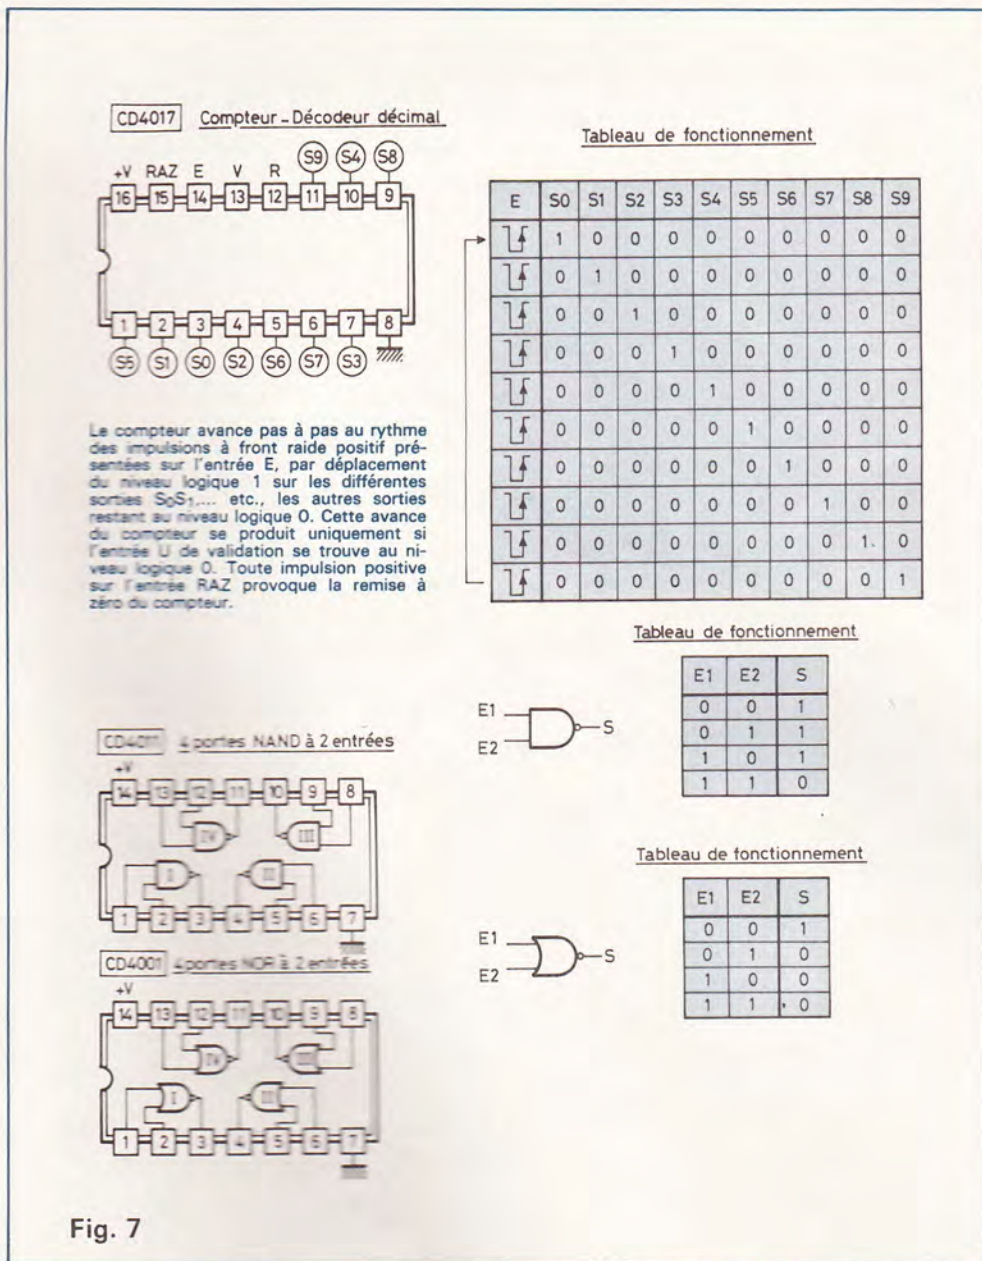

Fig. 7
Pour parfaire ces créneaux, les portes NOR I et II de IC_1 montées en bascule monostable fournissent à leur sortie des signaux à front raide et de durée constante. Ce type de bascule étant utilisé également dans la suite du montage, nous allons brièvement décrire son fonctionnement. On se reportera avec intérêt à la **figure 7** qui représente le tableau de fonctionnement d'une porte NOR.
4° L'entrée 5 de la porte NOR II de IC₂ étant sur 1, sa sortie 4 est au niveau logique 0 quel que soit d'ailleurs le niveau de l'entrée 6 (voir tableau de fonctionnement fig. 7), lors de la fermeture de I₃ le niveau logique 1 apparaît aux entrées 1 et 2 de la porte NAND de IC₃ avec un léger retard, il est vrai, occasionné par la charge de C₉ (quelques dixièmes de secondes). Cette disposition constitue en réalité un système anti-rebonds, éliminant les parasites au moment de la manœuvre de l'interrupteur I₃.
tion le séquenceur reste bloqué sur 0 (niveau logique 1, sur S_0). Le niveau logique de (C) étant égal à zéro, la sortie 4 de la porte NAND II de IC_3 est au niveau 1. Le tableau de la figure 7 représente le fonctionnement d'une porte NAND. La sortie 11 de la porte NAND IV de IC_3 est donc au niveau logique 0, si bien que l'entrée de validation V du séquenceur présente le niveau logique 1 grâce à la porte NAND inverseuse III de IC_3 .